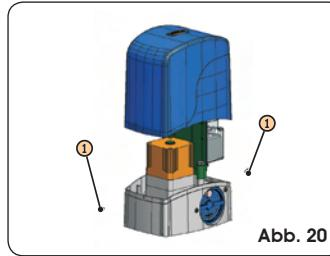

Abb. 20
Den Kartenhalter auf die Ursprungposition bringen. Die Schutzbdeckung anbringen, Abb. 20, und die mitgelieferten zwei seitlichen Schrauben anziehen, Abb. 20 Bez. ①.